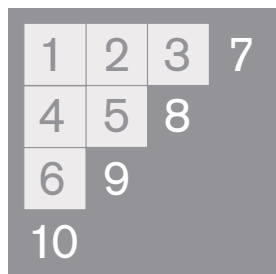

Рисунок 15
4.5 УЛОЖИТЕ КАЖДУЮ СЕТКУ (СМ. РИС. 15).